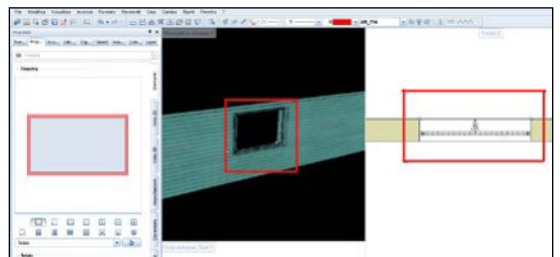

Fig. 61b
- Il risultato finale è questo (Fig. 61b):